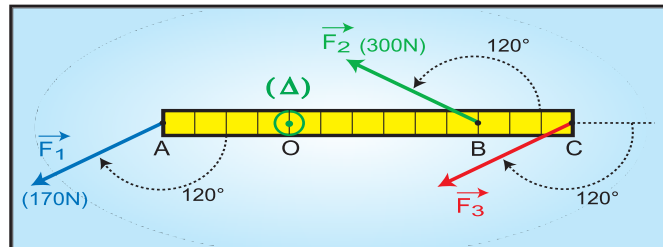

Fig.46
- 8- Une barre rigide de masse négligeable mobile autour d'un axe vertical sans frottement est en équilibre sous l'action d'un ensemble de forces horizontales $\vec{F}_1$, $\vec{F}_2$, $\vec{F}_3$ représentées sur la figure 46.